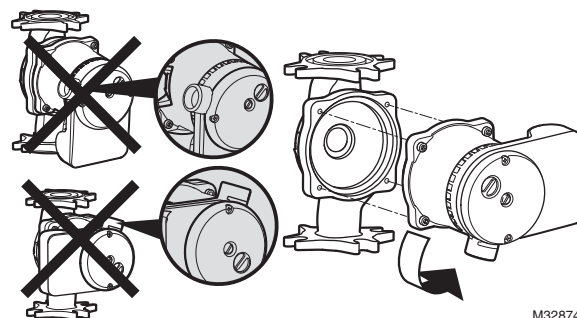

Fig. 7. Cambio de la posición del conducto en la bomba.
- Es recomendable instalar la bomba de manera que la conexión del conducto quede orientada hacia abajo (consulte la Fig. 7).
- Para cambiar el lugar donde el cableado ingresa en la bomba, sostenga el ensamble del motor mientras quita los cuatro (4) tornillos del ensamble del motor utilizando una llave hexagonal en L de 5/32 in (4 mm).